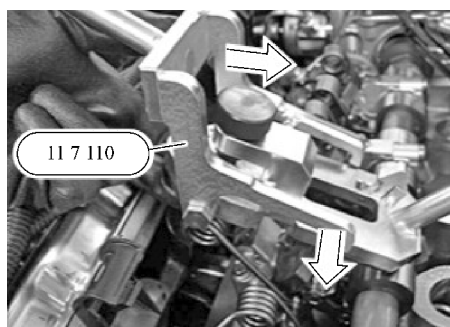

图 14-26 定位复位弹簧
19) 将节气门复位弹簧用专用工具 11 7 110 预紧在安装位置上并定位, 如图 14-26 所示。